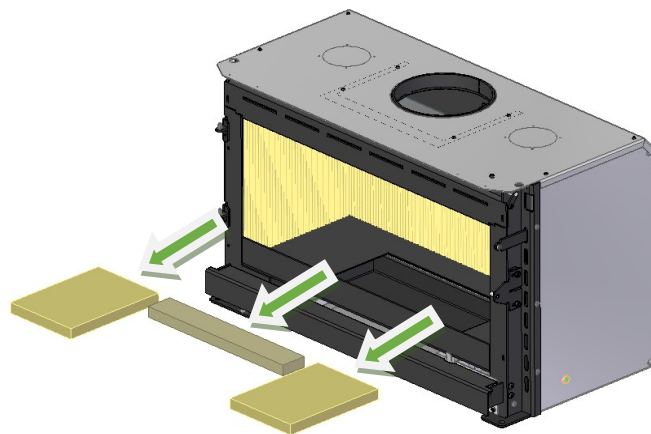

Figura 40 – Retirada del fondo de vermiculita
2. Retire los 3 trozos de vermiculita del fondo moviéndose hacia arriba y sacándolos del equipo, Figura 40.